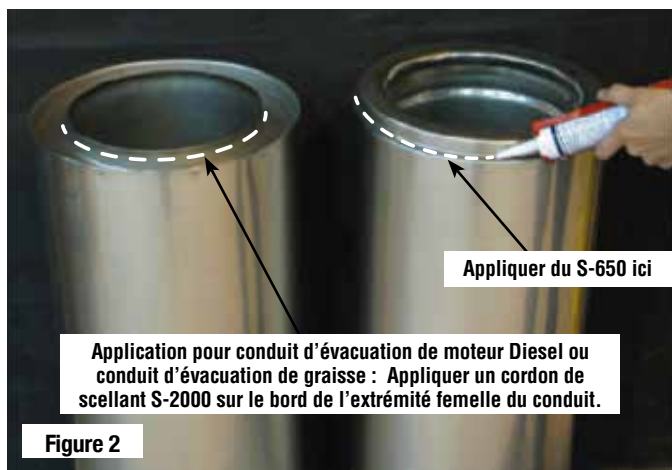

Figure 2
1. Appliquer un cordon de scellant S-650 d'environ 3 mm (1/8 po) d'épaisseur autour de l'extrémité mâle du conduit. Pour les applications d'évacuation de moteur Diesel ou d'évacuation de graisse, ajouter un cordon de scellant S-2000 sur le bord intérieur du coupleur femelle (voir **Figure 2**). Voir **Tableau 5** pour les agents d'étanchéité approuvés.